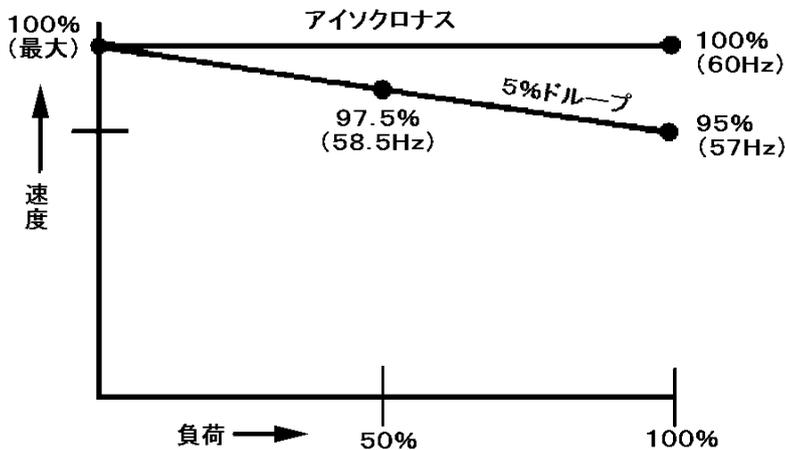

図 2-9. ドロップの設定方法
3. DROOP のポテンシオメータを、エンジン速度が上の式から計算される速度になるように、調整する。発電機セットを、周波数 60 Hz で運転する時に、全負荷時の速度が 57 Hz であれば、ドロップ率は 5%である。負荷が 50%しか掛けられない場合でも、50%負荷時の速度が 58.5 Hz であれば、ドロップ率は 5%である。図 2-9 の「ドロップの設定方法」を参照の事。